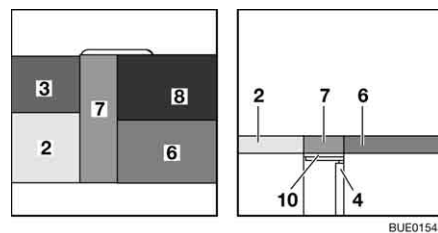

Bild 141 Efter ombyggnaden
- Lägg ryggdynan (Bild 141,8) framför sittdynan (Bild 141,6) på bordet.
- Lägg ryggdynan (Bild 141,3) framför sittdynan (Bild 141,2) på förlängningen till den variabla sitsen.